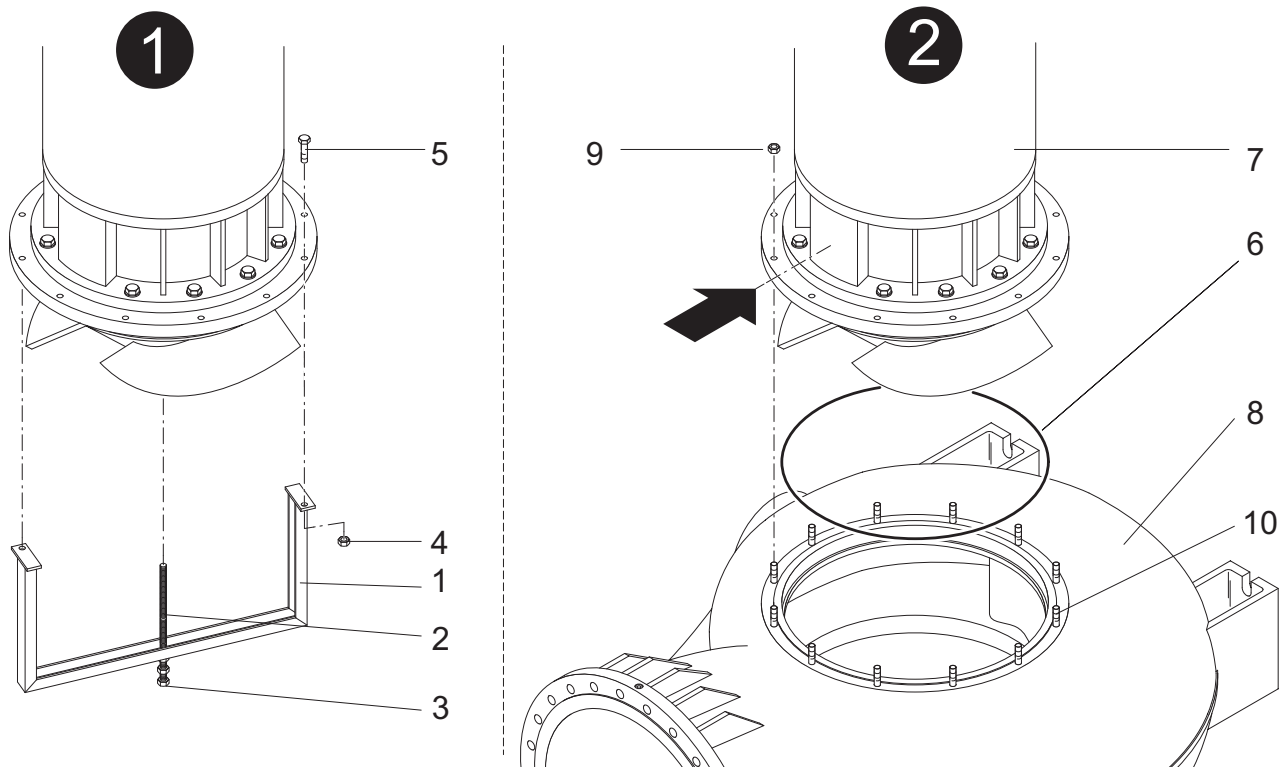

Bild 10 Entfernen der Transportsicherung bei Motoren mit montiertem Laufrad und bauseits zu montierender Kreiselkammer
- Motor (10/7) mit geeignetem Hebezeug vorsichtig über der Kreiselkammer (10/8) ausrichten, so dass der Gussnocken der Ölkammer in Richtung des Druckstutzens zeigt (Siehe Pfeil Bild 10).